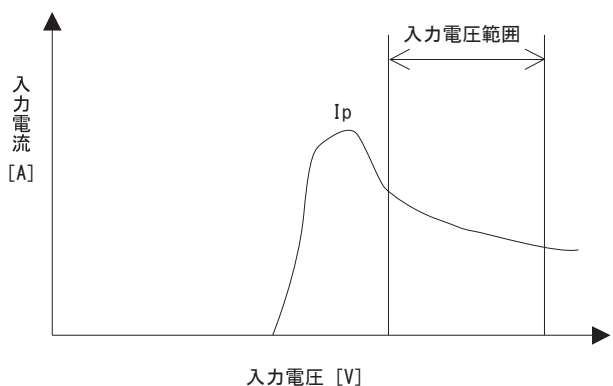

図 2.2 入力電流特性
- 入力電源には、DC-DC コンバータ立ち上げ時の電流 I_p (図 2.2) を考慮した、充分余裕のある電源を設定してください。